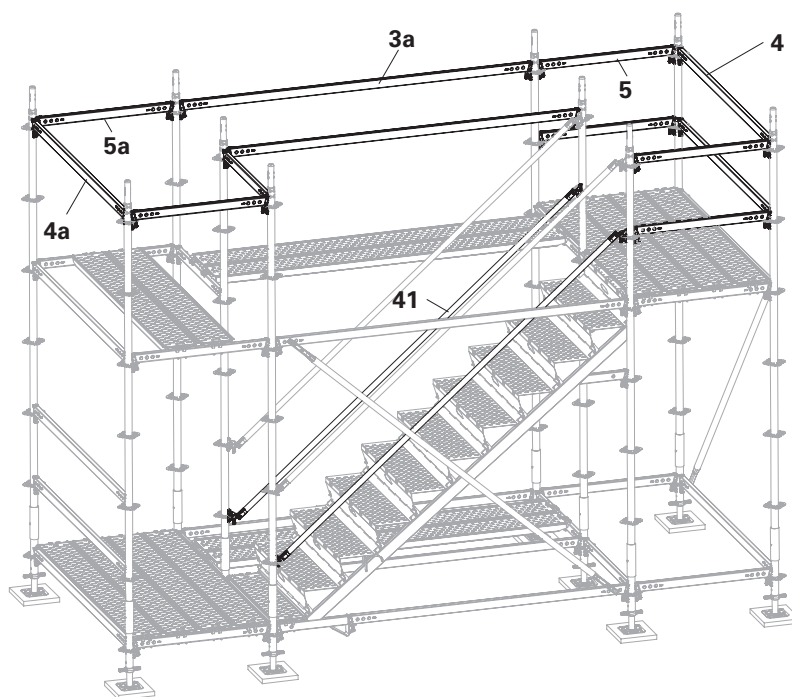

Fig. A2.14
3. Inserire i correnti orizzontali (**3a + 4a + 5a**) come parapetti per montaggio. (Fig. A2.14)